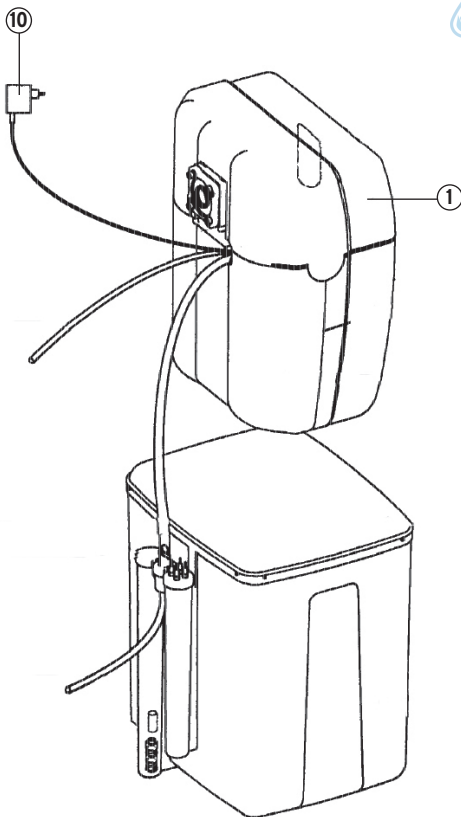

Abb. 2
- Steuerkopfhaube (1) (Abb. 2) abnehmen.